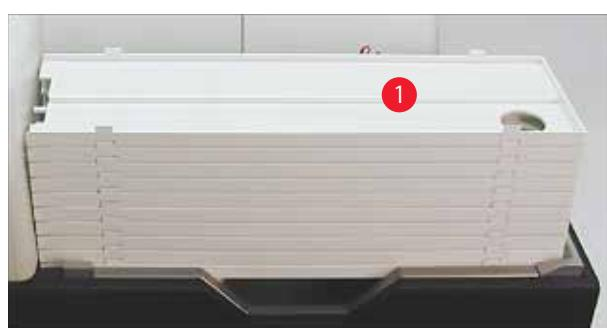

图 38
1. 将一叠托盘（→“图 38-1”）放在卸载站点的抬升操作台上（→“图 38”）。